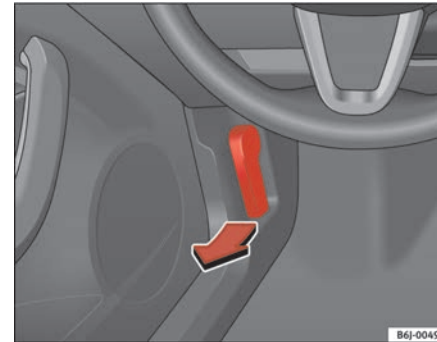

Abb. 122 Öffnungshebel für Motorraumklappe
- Ziehen Sie den Hebel unter der Instrumententafel ⇒ **Abb. 122** in Pfeilrichtung. Die Motorraumklappe wird durch Federwirkung entriegelt ⇒ .